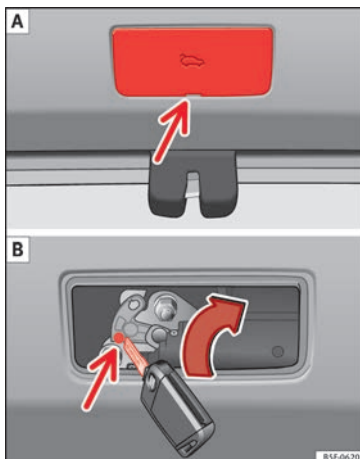

Bild 7 Bagageutrymme: Åtkomst till manuell öppning
- Ta bort skyddet genom att sätta in en skruvmejsel i spåret » bild 7 A.
- Stoppa in nyckeln i öppningen och vrid den i pilens riktning tills låset » bild 7 B har frigjorts.